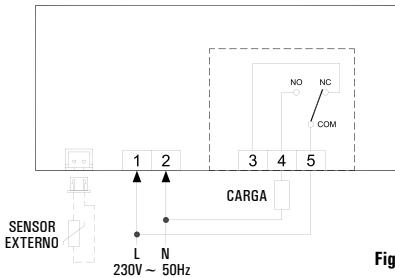

Fig. 5
- 4** Realizar las conexiones eléctricas, siguiendo los esquemas de conexión de Fig. 5 y 6.